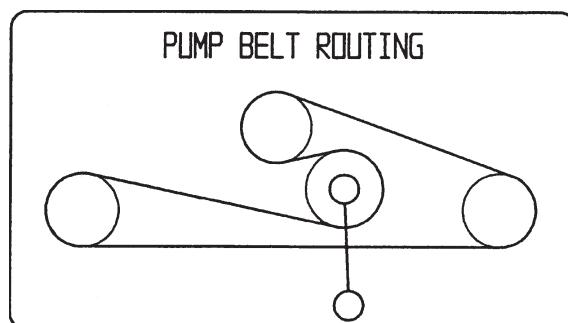

Figure 57
- Abaissez la poulie de tension rappelée par ressort et enlevez la courroie des poulies du moteur et de la pompe hydraulique (Fig. 57). Retirez la courroie entre les poulies.
- Installez la courroie neuve sur les poulies du moteur et de la pompe hydraulique (Fig. 57).
- Abaissez la poulie de tension rappelée par ressort et alignez-la sous la courroie de transmission, puis relâchez-la (Fig. 57).